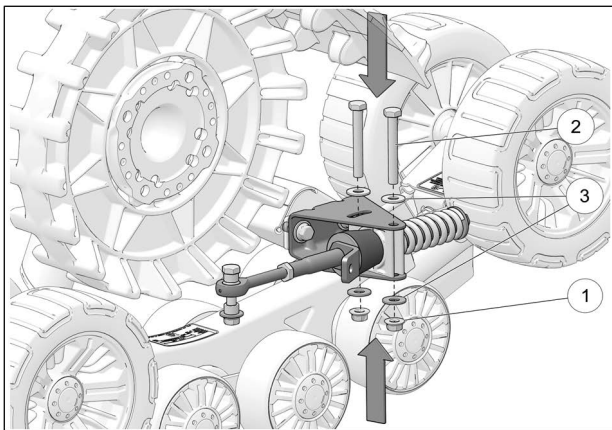

Fig. 15
- Réinstaller les boulons (2), les rondelles (3) et les écrous (1) qui fixent les bras stabilisateurs aux systèmes avant. Voir la Fig. 15